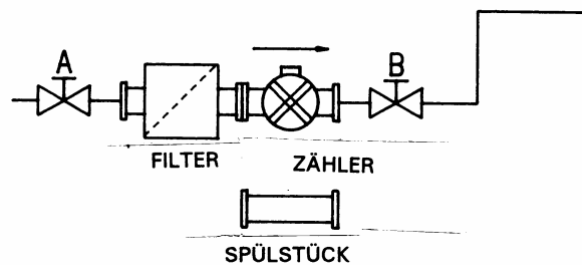

Abb. 18, Kolbenzähler ohne Bypaß
1. Schließen Sie die Schieber A und B (Abb. 18).